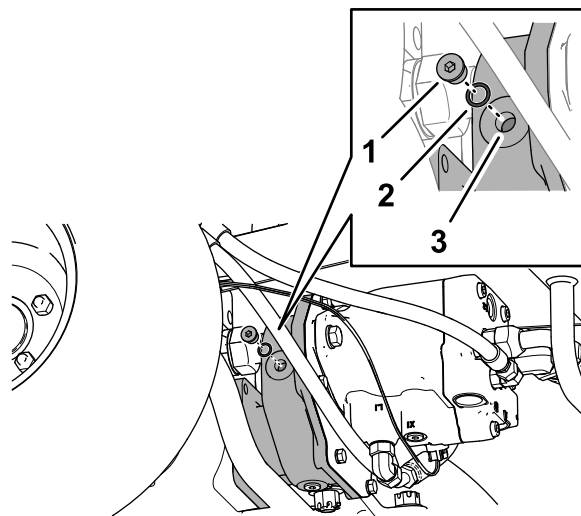

Рисунок 146
2. Снимите пробку контрольного/заливного отверстия с левой стороны картера редуктора (Рисунок 146).